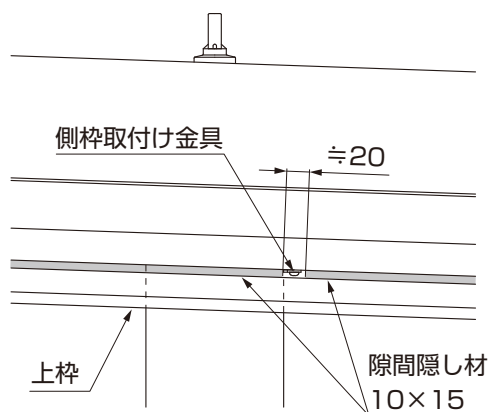

図5-3
- 側枠取付け金具の位置では、隙間隠し材とのすき間を20mmあけます。20mmのすき間ができるように隙間隠し材を切断してください。（図5-3参照）